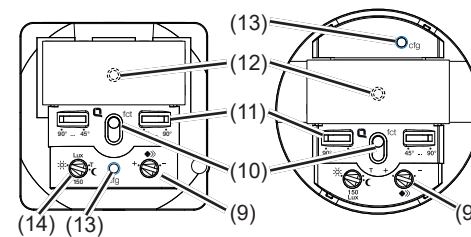
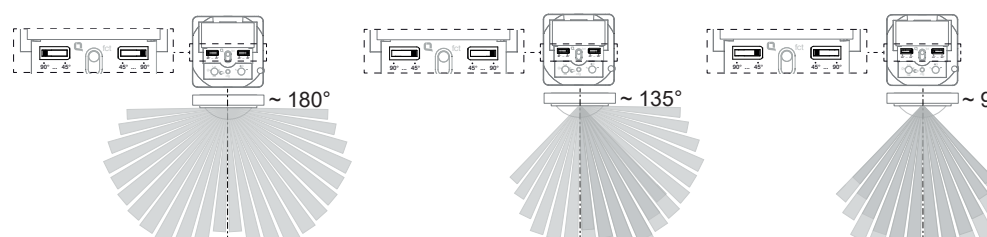

Bild 5: Bedien- und Einstellelemente des Aufsatz-Unterteils
Bild 8: Einstellung des Erfassungswinkels
Der Erfassungswinkel kann für die rechte und für die linke Seite je Einsteller (Bild 5, 10) zwischen 45° ... 90° eingeschränkt werden. Somit kann der Erfassungswinkel zwischen 90° und 180° liegen (Bild 8).
■ Testbetrieb einstellen. Hierzu das Potenziometer für Ansprechhelligkeit (Bild 5, 13) auf Position T stellen.
■ Potenziometer für Ansprechhelligkeit (Bild 5, 14) in die gewünschte Position drehen.
■ Potenziometer für Empfindlichkeit (Bild 5, 9) in die gewünschte Position drehen.